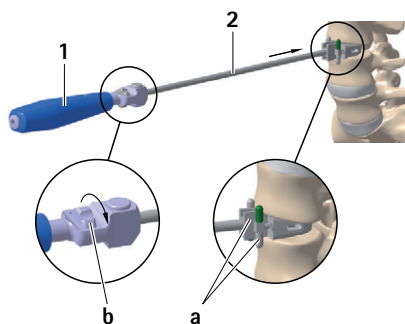

Fig. 1
- Montare la guida dello scalpello **2** all'altezza di impianto e angolazione desiderata sull'impugnatura **1**, vedere Fig. 1.
- Ruotare la rotellina **b** in senso orario e impostare l'arresto di sicurezza **a** sulla lunghezza più breve dello scalpello, vedere Fig. 1.
- Introdurre la guida per lo scalpello **2** in posizione centrale nello spazio discale e mediante controllo radiologico impostare l'arresto di sicurezza **a** alla profondità di scalpellatura desiderata, vedere Fig. 1.